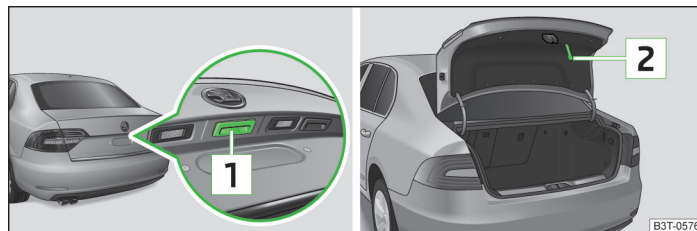

Fig. 20 Poignée du coffre à bagages/petit coffre à bagages ouvert
- Appuyer sur la poignée **1** » fig. 20 sur le bord inférieur du capot du coffre à bagages et soulever le capot.
- Rabaissier le capot avec la poignée **2** » fig. 20 et le fermer.